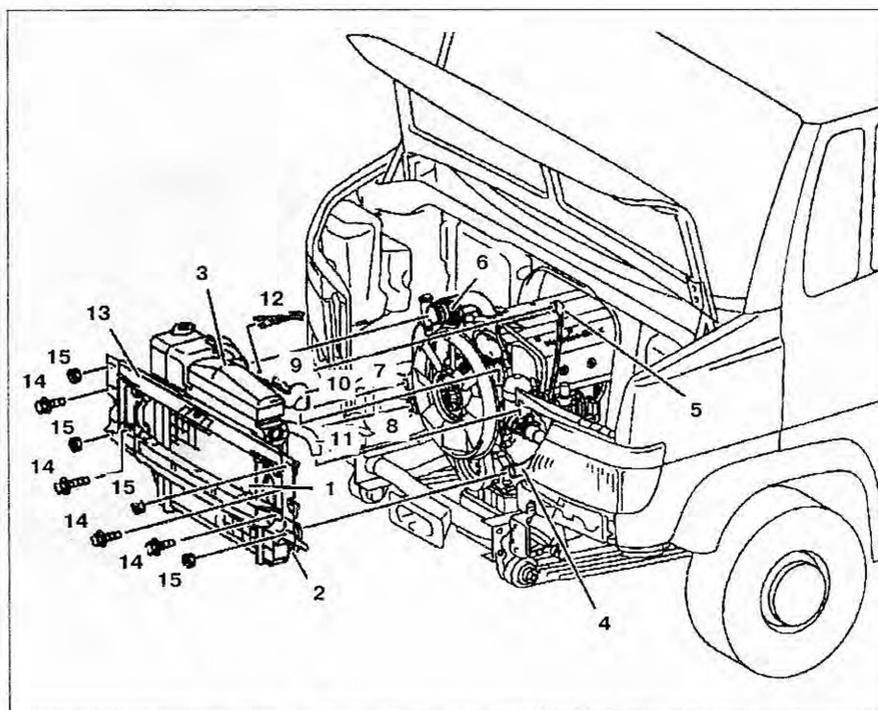

Рис. 3.30. Радиатор системы охлаждения:
3. Отсоедините трубки от корпуса воздушного фильтра **3** (рис. 3.30).